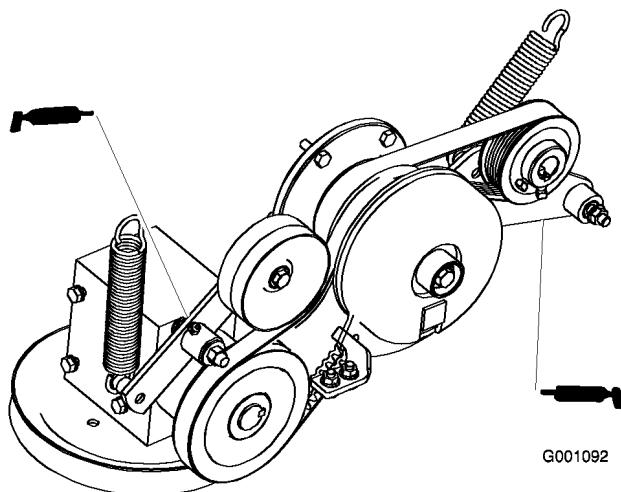

Figure 31
7. Graissez le bras de la poulie de tension de la courroie d'entraînement de PDF (Figure 31).
8. Graissez le bras de la poulie de tension de la courroie de pompe (Figure 31).